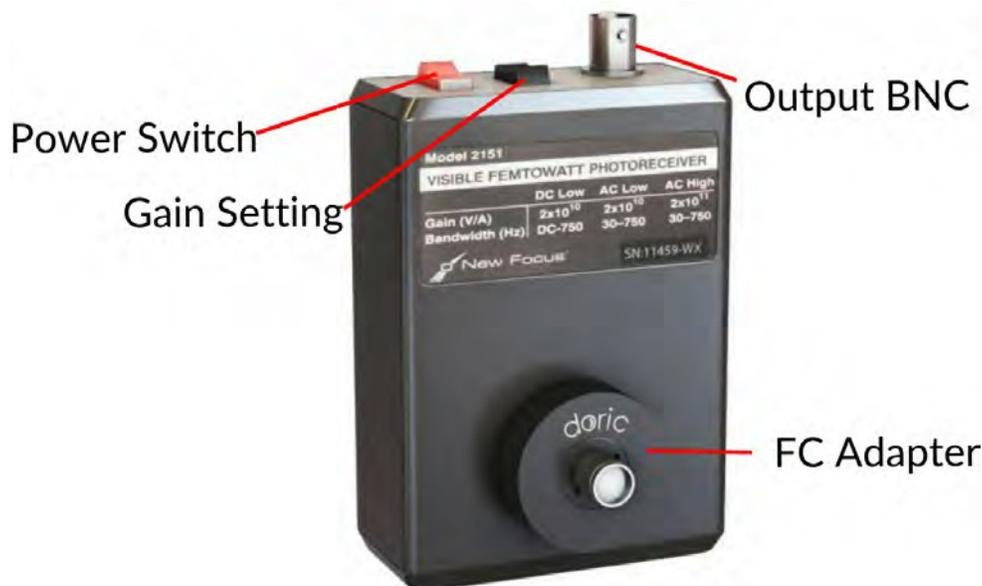
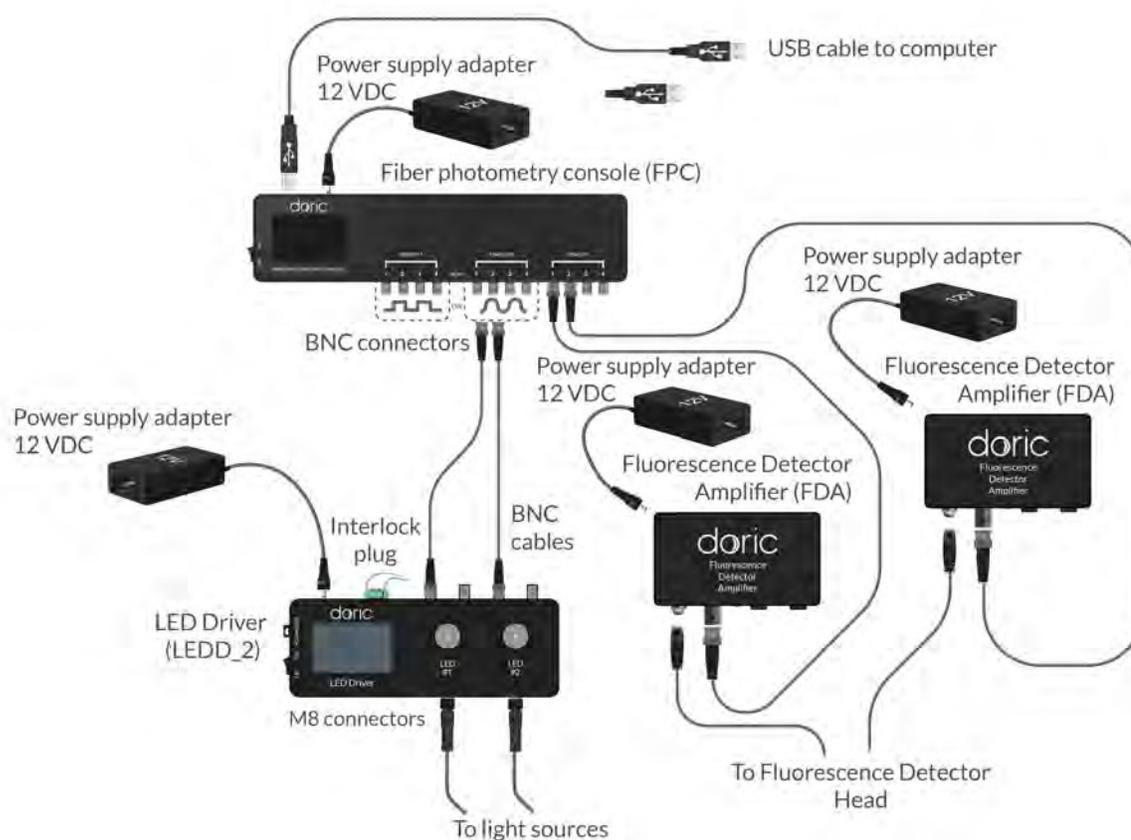
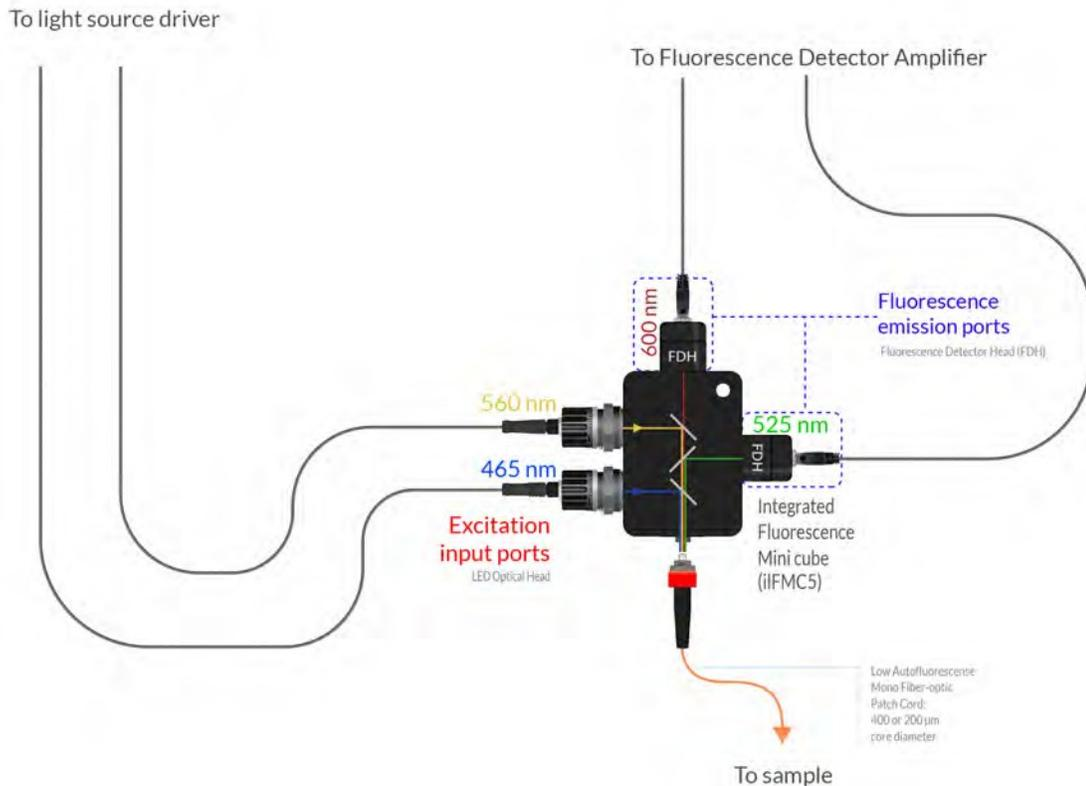

Figure 1.12 : Module photorécepteur Newport Visible Femtowatt modèle 2151 + adaptateur Doric FC
Figure 2.1 : Connexions à la console de photométrie
Figure 2.2 : Connexions du mini-cube à fluorescence intégré
4. **Connecter le module DEL.** Les *têtes optiques DEL intégrées* sont préinstallées sur le *mini-cube de fluorescence intégré*. Connectez le *contrôleur de DEL* aux *têtes optiques DEL intégrées* à l'aide des *câbles M8* (Fig. 2.1).
5. **Connecter le mini-cube de fluorescence.** Les ports d'échantillon envoient de la lumière au sujet expérimental par l'intermédiaire d'un câble LAF (Fig. 2.2). Veuillez noter que l'utilisation d'un joint rotatif peut entraîner des variations de signal et une perte de lumière. Dans ce cas, une attention particulière est requise lors de l'analyse des données et un canal de référence est utile. Procédez comme suit pour connecter le câble à fibre optique au port d'échantillon.
- La *tête de détection de fluorescence intégrée* est préinstallée dans le *mini-cube de fluorescence intégré*. Connecter la tête à l'*amplificateur de détection de fluorescence* (Fig. 1.11) à l'aide du *câble de détection M5*1. Utiliser un câble BNC pour connecter l'amplificateur au port d'entrée analogique de la *console de photométrie* (Fig. 2.1). Nous recommandons de vérifier les réglages de gain, car les signaux peuvent varier d'une expérience à l'autre et nécessiter des paramètres différents. En photométrie à fibre, le mode d'amplification DC est nécessaire. Le niveau d'amplification peut être ajusté en fonction de l'expérience.
- Le **module photorécepteur Newport Visible Femtowatt modèle 2151** (Fig. 1.12) est connecté aux ports d'émission du mini-cube de fluorescence à l'aide d'un **câble à fibre optique de 600 µm, NA 0,48** (Fig. 2.2). Utiliser un câble BNC pour connecter le module photorécepteur Newport au port d'entrée analogique de la console de photométrie (Fig. 2.1). Le module photorécepteur Newport fonctionne sur batterie et est allumé à l'aide de l'interrupteur rouge. Veillez à ce que le module soit éteint lorsque l'expérience est terminée afin de préserver l'énergie de la batterie. Nous recommandons de vérifier les réglages de gain, car les signaux peuvent varier d'une expérience à l'autre et nécessiter des paramètres différents. Dans tous les cas, il convient d'utiliser le réglage de gain DC faible.